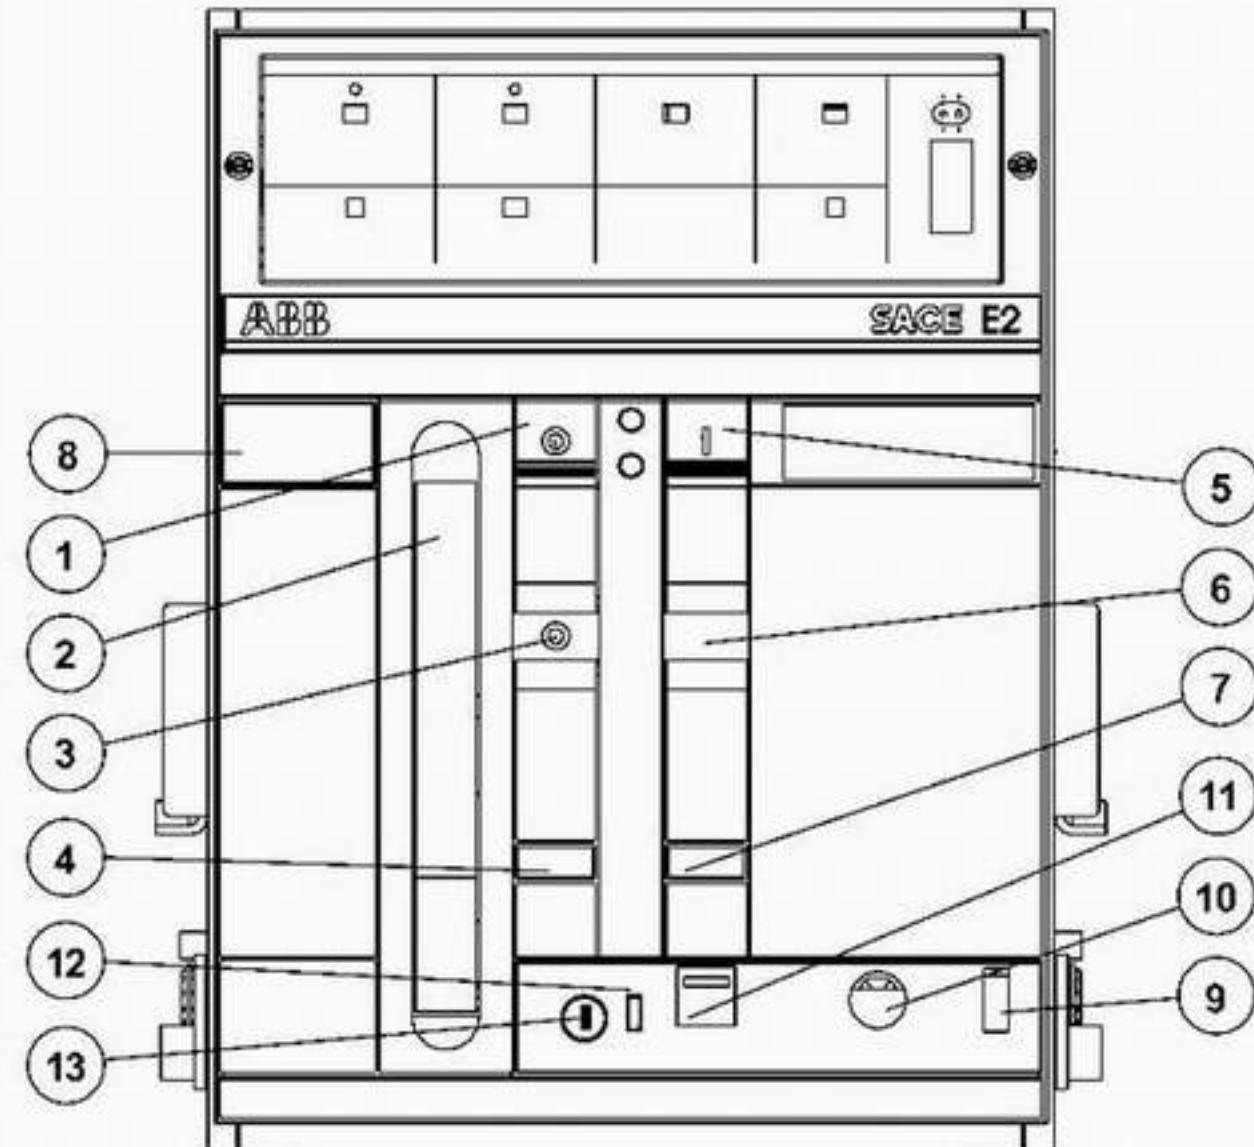

图 23
- 抽出：抽出部分与固定部分连接，但没有与一次回路及二次回路连接。在此位置上，断路器无法进行电气操作。正面的指示(9, 图 23)显示 DISCONNECTED，开关柜门可以闭合。